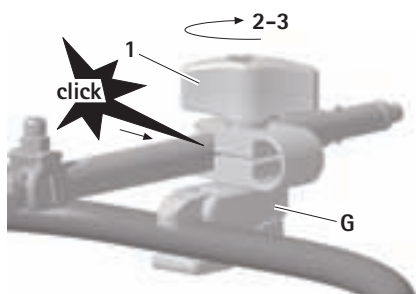

Fig. 7
- Encliqueter la tige d'accouplement **B** ou le raccord avec accouplement rapide **A** dans le mors de la pince de fixation **G** et l'amener dans la position souhaitée, voir Fig. 7.